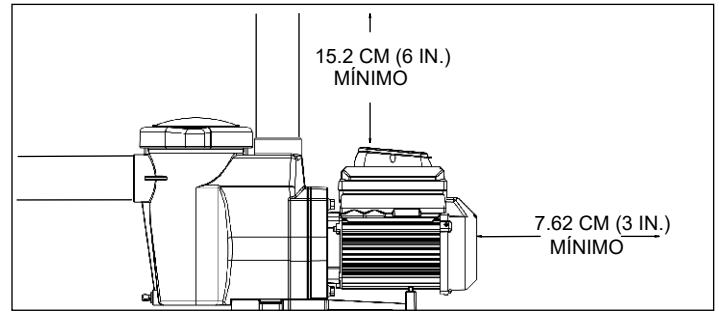

Figura 1
6. Instale la bomba con un espacio trasero de al menos 7.6 cm (3") para que el motor se pueda quitar fácilmente para su mantenimiento y reparación. **Vea la Figura 1.**